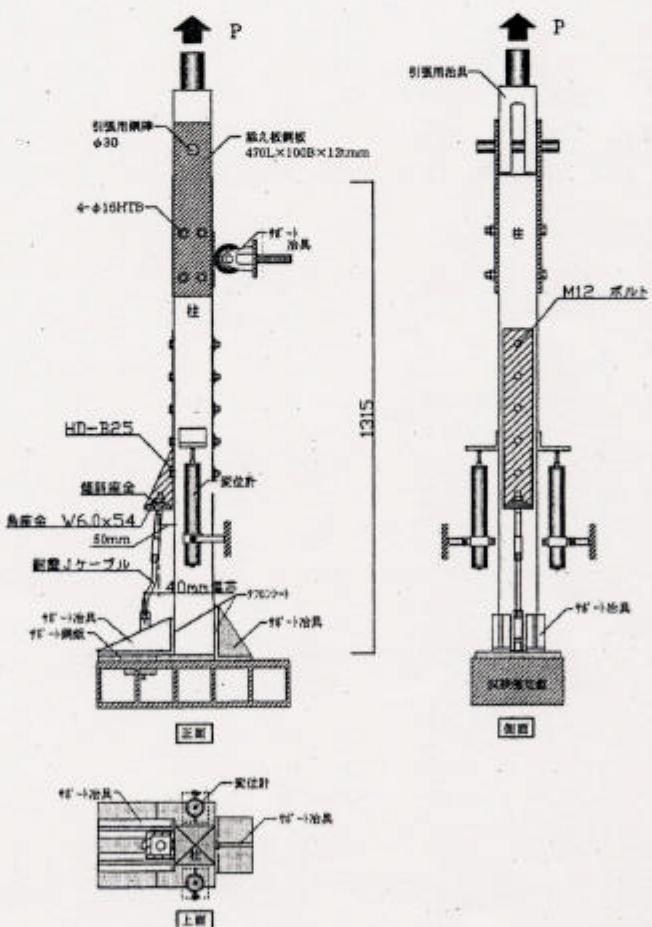

図 3. 1 : 耐震 J ケーブルを用いた HD-B25 の引張載荷試験方法
(1) 試験方法は、図3. 2に示す。
(2) 試験体の設置